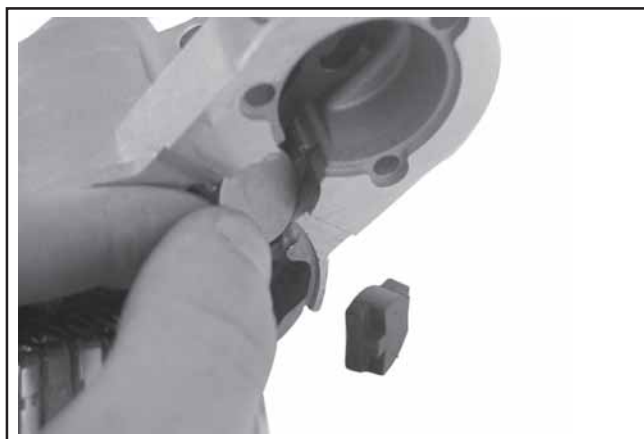

Figure 8-47.
7. Retirer le coussinet du levier d'entraînement et la plaque de fond du capuchon d'extrémité. Voir la Figure 8-47.